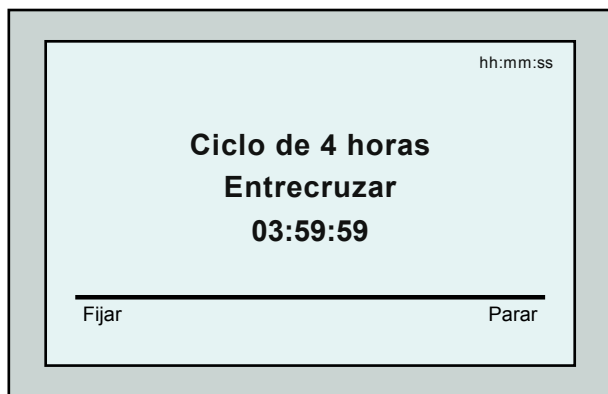
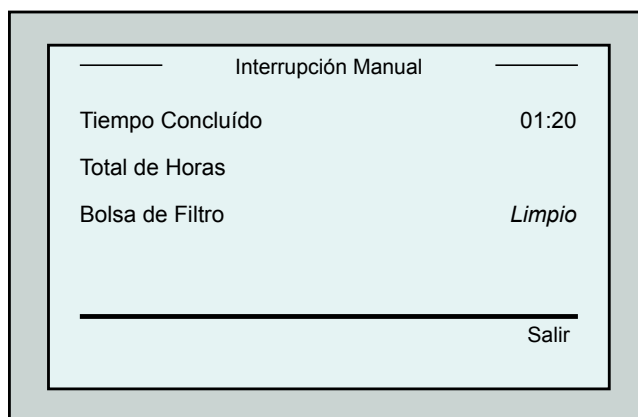

Figura 4: Cuenta regresiva para una sesión de 4 horas
Figura 5: Pantalla *Interrupción Manual*
El robot iniciará su ciclo de limpieza y la MMI proyectará la pantalla de *Cuenta Regresiva* (Figura-4):
En la pantalla Cuenta Regresiva, oprima **Fijar** (Figura 4).
- En la pantalla Cuenta Regresiva (Figura 4), oprima **Parar**. La pantalla de la MMI exhibirá el mensaje: "Parando el robot – por favor espere". Luego de 5 segundos aparecerá la pantalla *Interrupción Manual* (Figura 5).